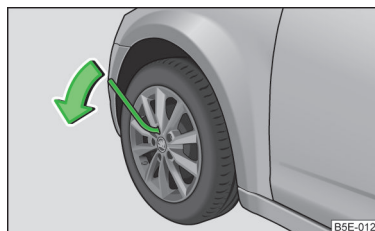

Fig. 198
- Prindeți cu mâna capătul cheii și rotiți șurubul aproximativ o rotație în sensul săgeții » fig. 198.
- Prindeți cheia de capăt și rotiți șurubul în sens opus săgeții » fig. 198, până când se strânge ferm.